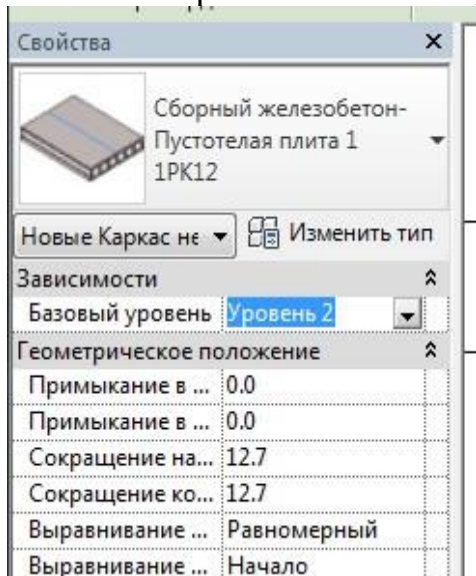

Рис. 2.25. Вікно *Властивості* з завантаженою плитою 1PK12
- у вікні *Властивості* з'являться властивості даної плити. Оберіть рівень базової прив'язки *Рівень 2*, рис. 2.25;